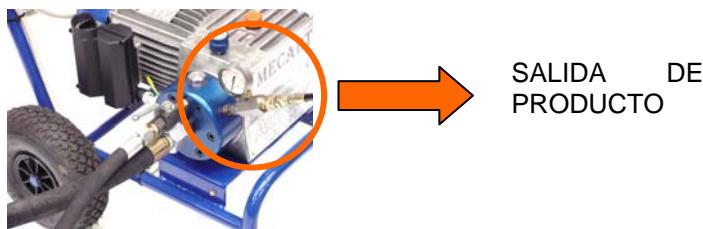

Figura 8 - Zona de riesgo residual
3.6 Riesgos residuales (FIGURA 8)